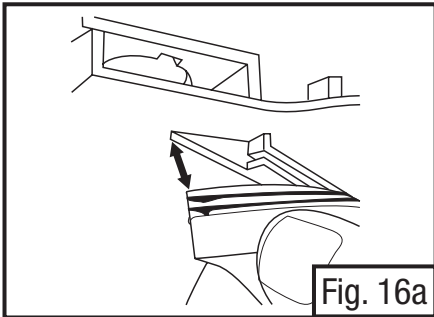
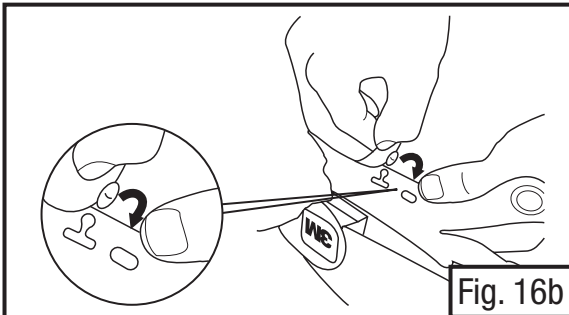

Fig. 16a
Fig. 16b
- Para instalar el sello de frente, jale el empaque negro y alinéelo con el casco de acuerdo con la Fig. 16a. **Nota:** El lado "brillante" del sello debe quedar mirando hacia usted (hacia fuera) conforme instala el sello. Presione el empaque con firmeza adentro de la ranura en pequeñas secciones. Ambos rebordes del empaque deben insertarse completamente en la ranura. Tome la lengüeta de tela con el fondo y doblada dentro del arnés. Conecte el fondo del sello de frente al arnés de cabeza (Fig. 16b).